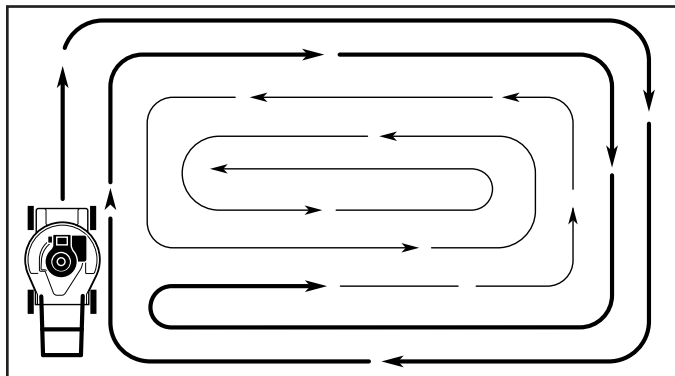

FIG. 13
- Quand vous utilisez une tondeuse à gazon à décharge latérale, tondez dans le sens contraire des aiguilles d'une montre en commençant à l'extérieur de la surface à tonder pour étaler l'herbe coupée plus régulièrement et réduire l'effort du moteur. Pour garder l'herbe coupée hors des allées, des parterres, etc., tondez la périphérie de la zone à tonder dans le sens des aiguilles d'une montre (Voir Fig. 13).